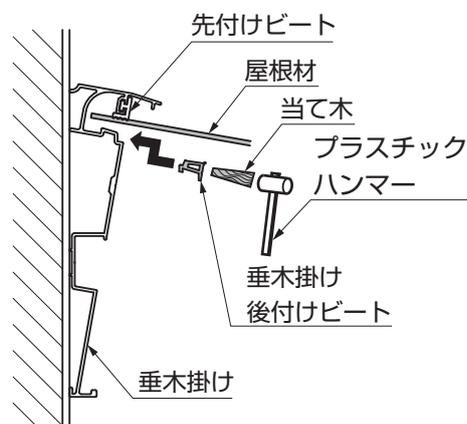

図12-4
- ④垂木掛け後付けビートを、垂木掛けに差込んでください。(図12-4参照)